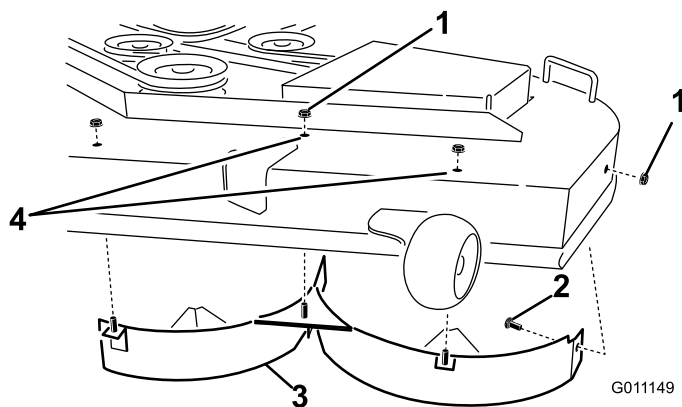

Figure 36
6. Retirez les trois contre-écrous (5/16 po) fixés aux montants soudés du déflecteur gauche sur le dessus du plateau de coupe, au centre, à gauche du centre et à gauche (Figure 36). Sur la paroi latérale du plateau de coupe, retirez le boulon de carrosserie et le contre-écrou qui fixent le déflecteur gauche au plateau.
7. Déposez le déflecteur gauche du plateau de coupe, comme illustré à la Figure 36.
dans les trous du plateau de coupe (voir Figure 36) pour éviter la projection de débris. Montez le boulon en passant par le dessous du plateau de coupe et fixez-le au-dessus avec un contre-écrou existant.